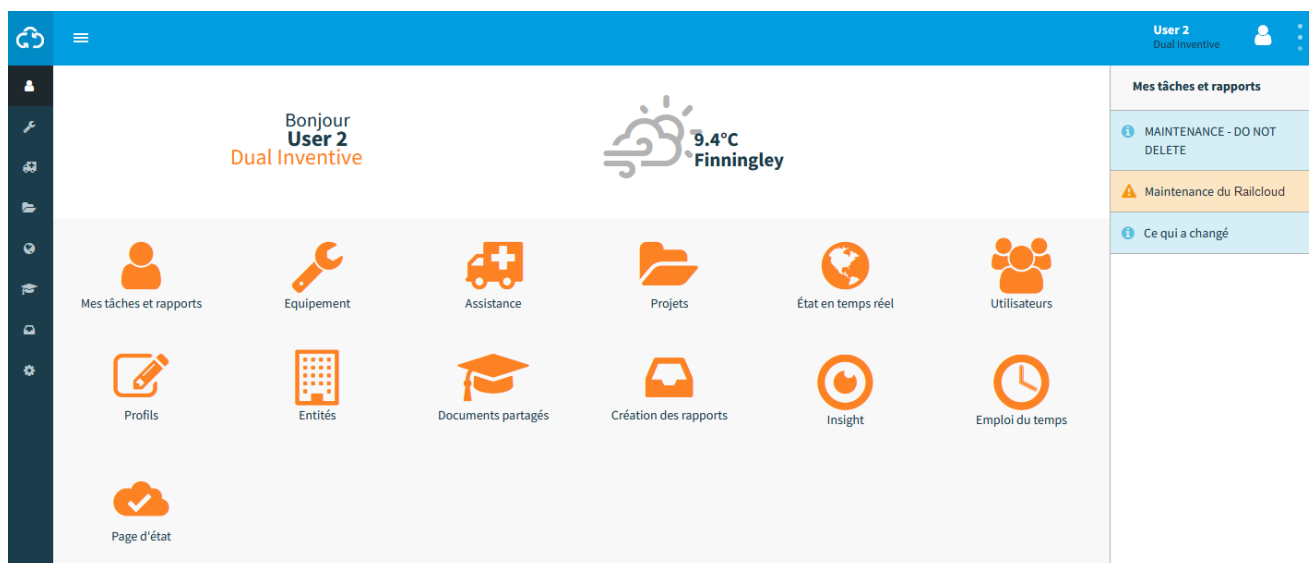

Figure 10 Tableau de bord
1. Allez au tableau de bord (Figure 10) et cliquez sur Entités.